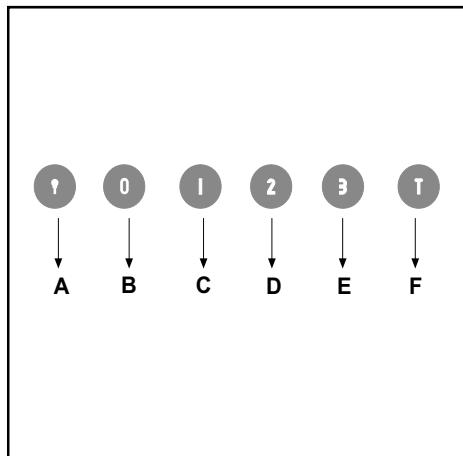

Fig.5
• **COMMANDES:** (Fig.5) Lumineux le symbole sont le suivant: